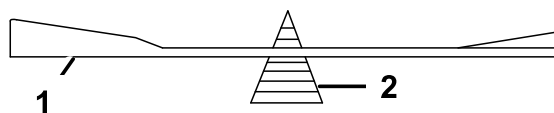

Figura 49
2. Controllate l'equilibrio della lama posizionandola su un bilanciatore (Figura 49).